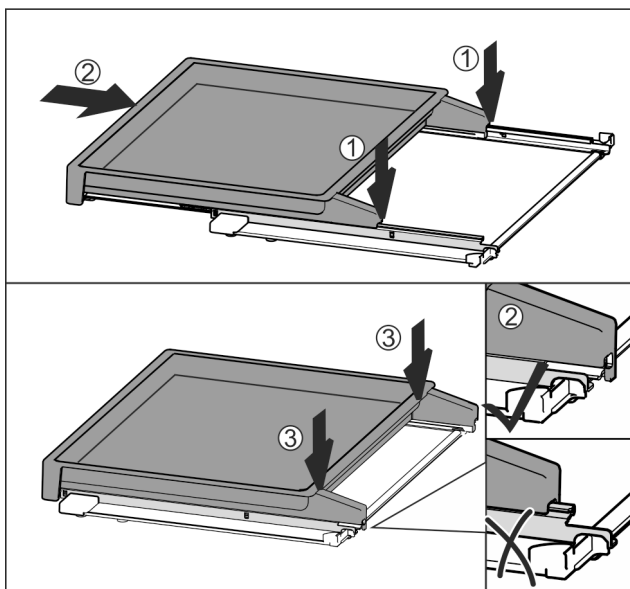

Fig. 41
- ▶ Поставете в средата върху релсите Fig. 41 (1).
- ▶ Вкарайте изцяло изтеглящата се дъска Fig. 41 (2).
- ▶ Натиснете от задната страна, докато се фиксира с щракване Fig. 41 (3).